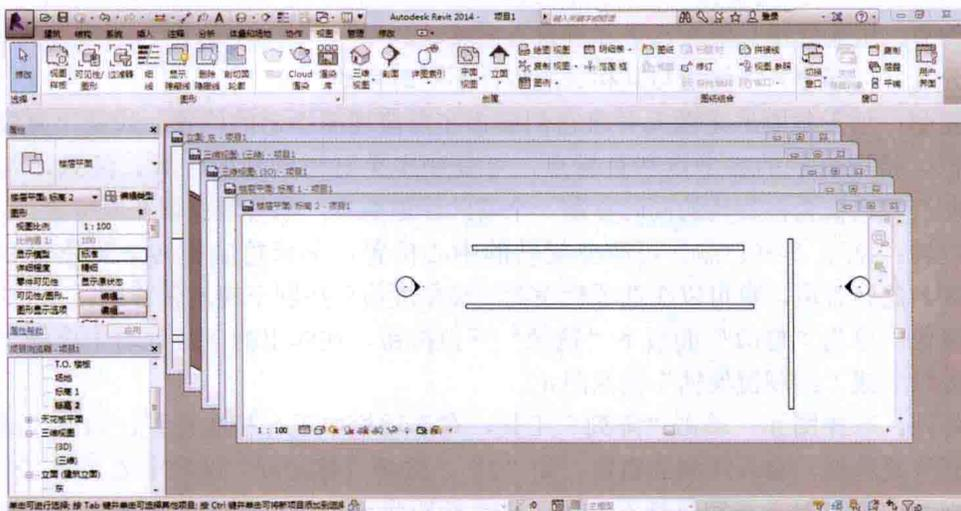

图1-13
- 层叠：单击此按钮使当前打开的所有窗口层叠地出现在绘图区域，如图1-13所示。